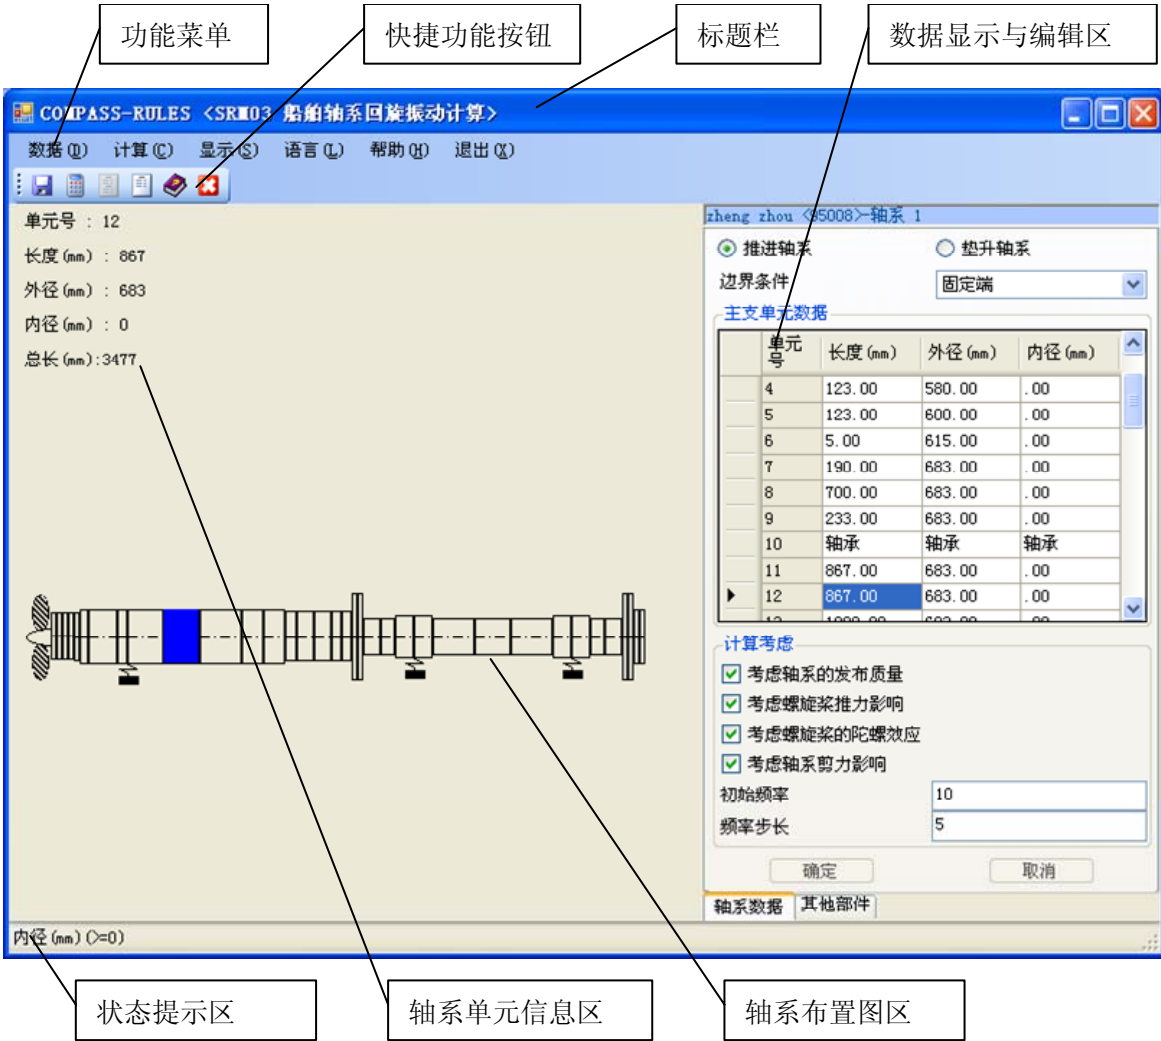

图 4.1 SRM03 三级主界面
- 主界面上有主菜单及相应的快捷图标按钮，如图 4.1 所示；
- 当鼠标停留在轴系布置图上的某一个单元时，界面左部分的左上角会显示此单元号的相关信息，如图 4.1 所示。